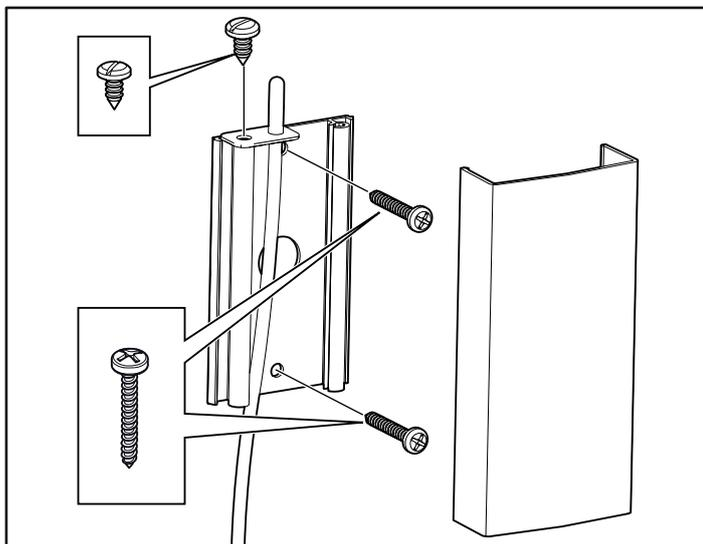
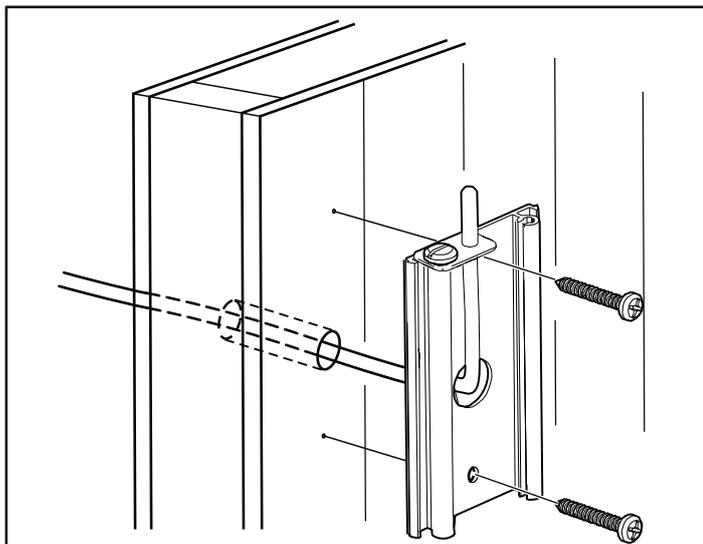

Рисунок 15: Установка датчика
Рисунок 16: Проведение проводки через стену.
13. Установите датчик на стене (см. Рис. 15). Провод термистора также можно провести через стену. Герметично заделайте все отверстия в стене за датчиком (см. Рисунок 16, страница 38). Провод термистора может быть удлинен и выведен за пределы сауны, используя низковольтный провод (2-жильный).